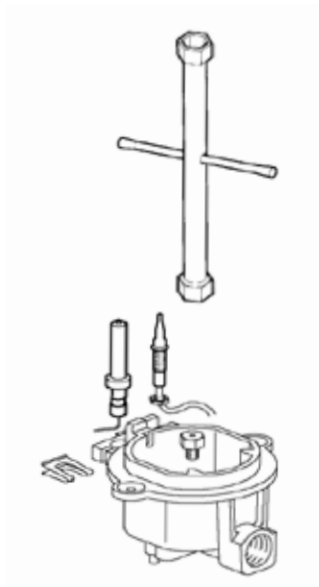

Fig. 8
2. Bruciatori SR – R – P : svitare gli iniettori "U" mediante una chiave inglese da 7 mm (fig. 8) e sostituirli con quelli previsti per il nuovo gas secondo la tabella di pag.35.